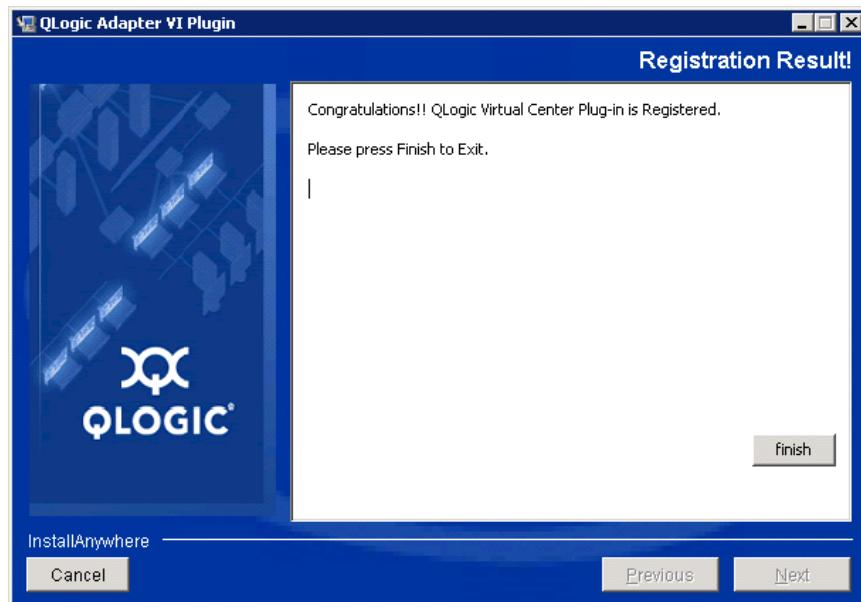

図 2-16. QLogic Adapter VI プラグインウィザード：登録結果
6. Registration Result（登録結果）ウィンドウ（図 2-16）が表示されたら、**Finish**（終了）をクリックして終了します。